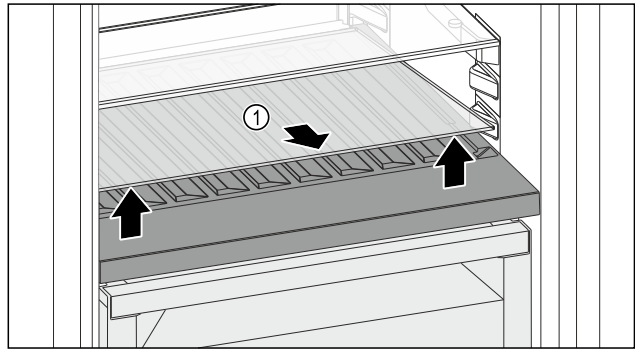

Fig. 142
- ▶ Приподнимите стеклянную пластину Fig. 142 (1) за выемку спереди и извлеките.
- ▶ Уложите стеклянную пластину Fig. 142 (1) на хранение вне устройства.